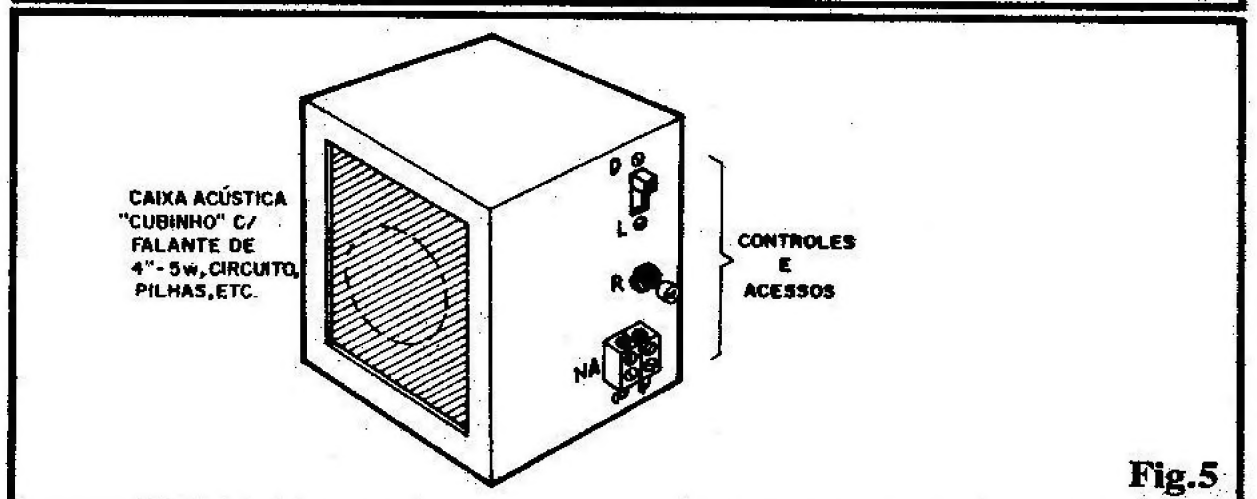

Fig.5
**- FIG. 5 - SUGESTÃO PARA O "ENCAIXAMENTO"** - Embora o arranjo final do circuito num **container** prático possa assumir inúmeras variações, ao gosto do "freguês", e também dependendo de condições específicas de instalação e utilização, vemos, na sugestão mostrada na figura, a que nos parece mais lógica e funcional: basta obter uma pequena cai-